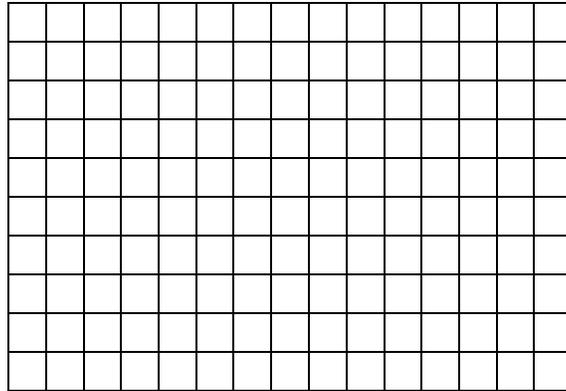

Figura 6.18. Oscilograma para el experimento 3.
- 3.3 Conecte V_e al canal 1 del osciloscopio y en el canal 2 conecte a V_s . Trace el oscilograma correspondiente a este circuito (figura 6.18).